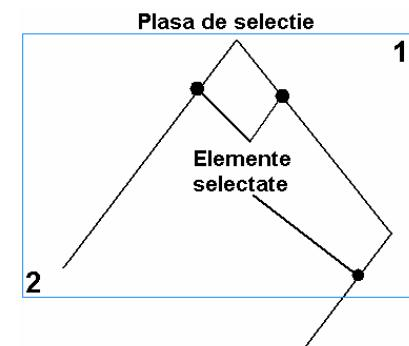

Figura 1.3.8.
- generarea plasei de selecție pornind dinspre dreapta spre stânga selectează elementele complet incluse și intersectate de plasă, figura 1.3.8.